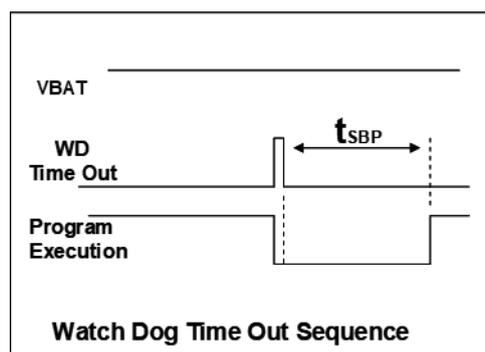

图 17: 看门狗超时溢出时序图
当看门狗超时溢出时, PMB182(B) 将复位并重新运行程序。看门狗时序图如图 17 所示。